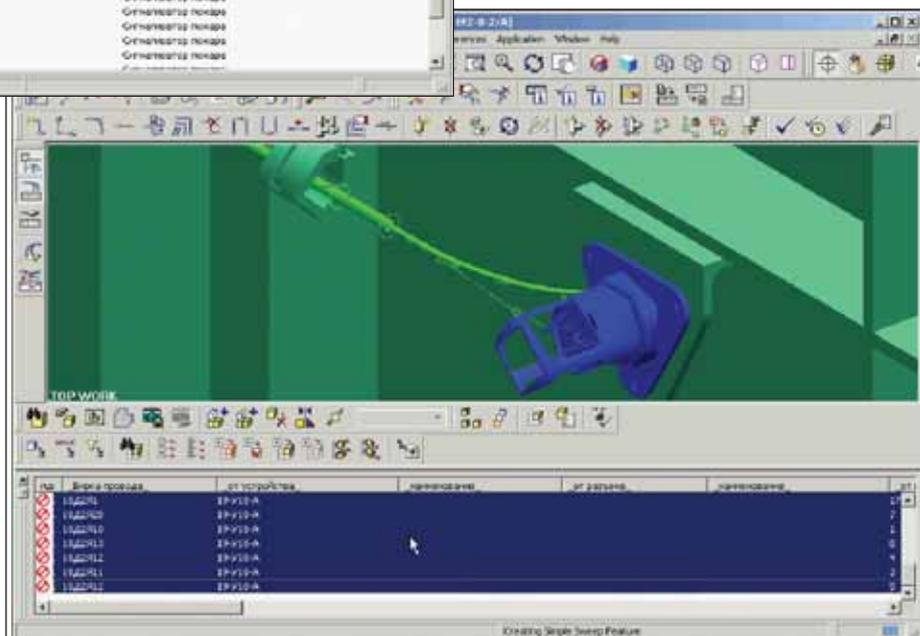

Рис. 9
- прокладывание проводов, содержащихся в "Перечне соединений" (полученном из САПР ElectricCS), в автоматическом режиме (рис. 9);